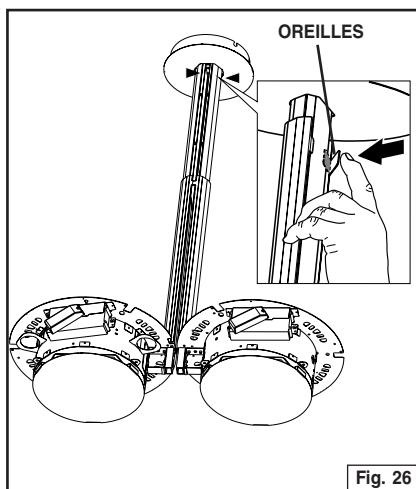

Fig. 26
3. Repliez les deux oreilles de la housse du bras inférieur sur la housse du bras supérieur. Répétez pour l'autre housse. Fig. 26.